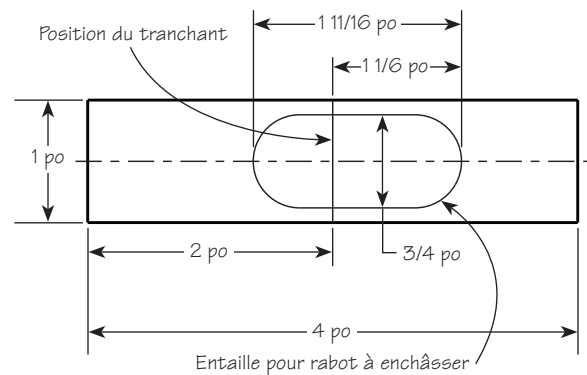

Figure 2 : Ébauche du fût et tracé de l'entaille
2. Tracer l'entaille selon les dimensions illustrées dans la **figure 2**.